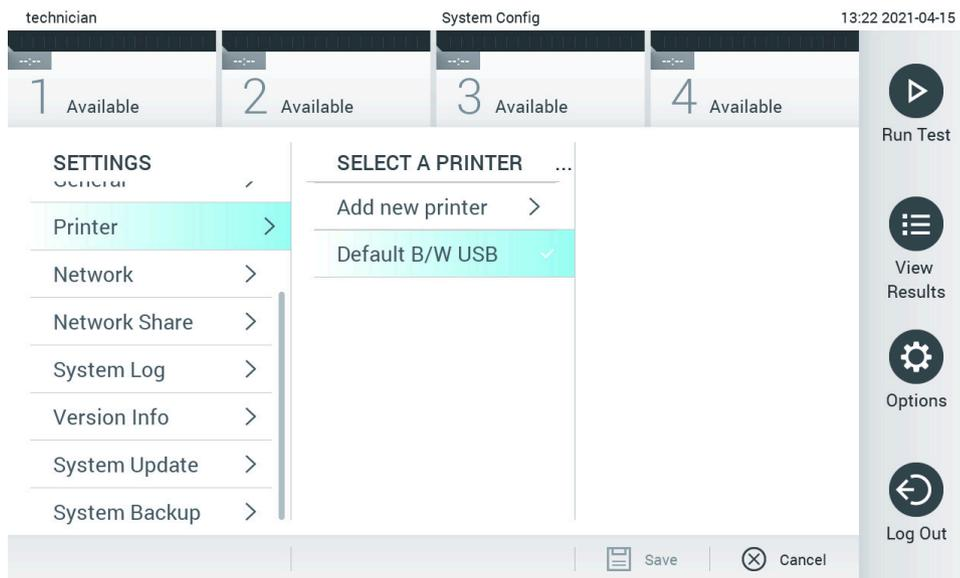

Abbildung 74. Auswahl eines Systemdruckers.
3. Wählen Sie einen Drucker aus der Liste der verfügbaren Drucker aus (Abbildung 74).